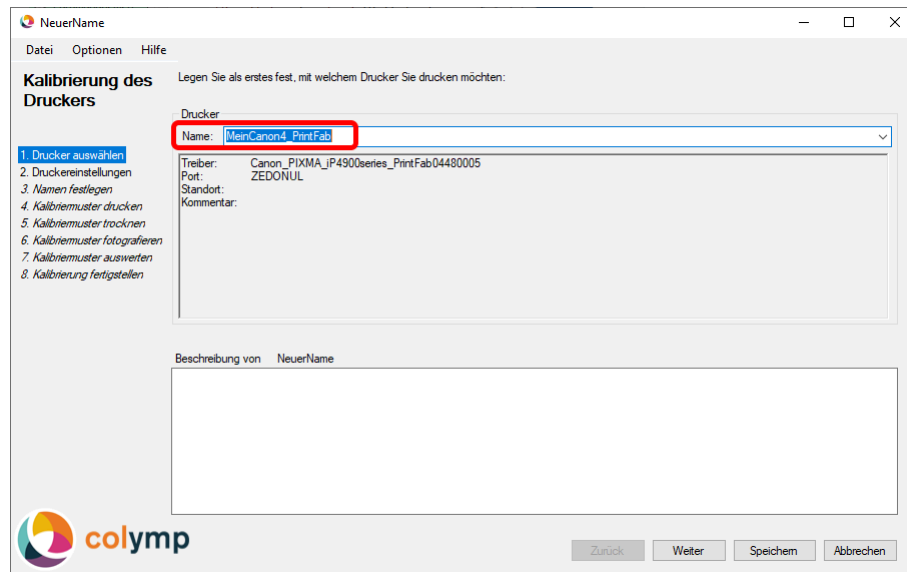

Abbildung 3: In colymp wählen Sie den gewünschten PrintFab Drucker
- In colymp wird nun die Kalibrierung erstellt: Wählen Sie unter 1. Drucker wählen den gewünschten PrintFab Drucker (Abbildung 3)